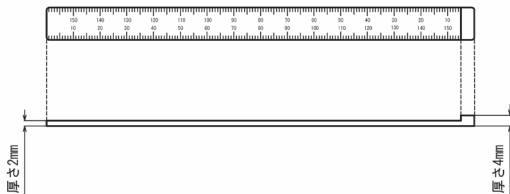

図21 チェックゲージを用いたゴム輪の位置確認
- (1) 専用のチェックゲージ (図21) を用いてゴム輪の位置を確認する。
- (2) 図21に示すように全周にわたって受口と挿し口の隙間にまずチェックゲージの厚さ2mm側を差し込み、その入り込み量 (b) が表6に示す合格範囲内であることを確認する。全周にわたり合格範囲内であれば、そのうち円周8ヵ所について入り込み量を測定し、測定値をチェックシートに記入する。